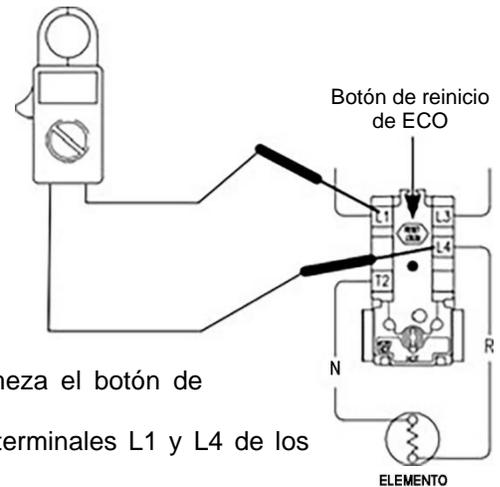

Ilustración 7
6. Verifique el voltaje de línea en los terminales L1 y L4 de todos los termostatos (consulte la ilustración 7).